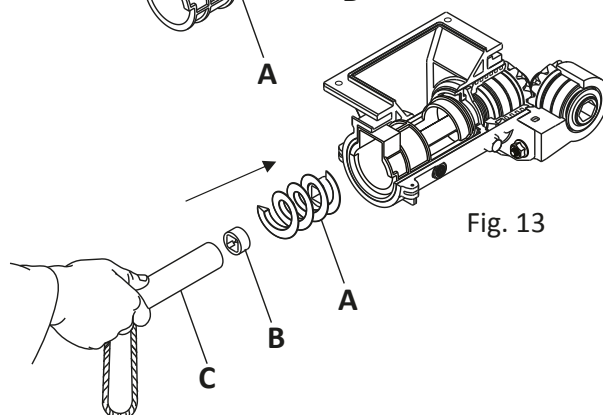

Fig. 13
C- Monte normalmente o Sem-Fim RF (A) Fig. 13, fixando com o Anel Trava (B), utilizando o Tubo Fixador (C).